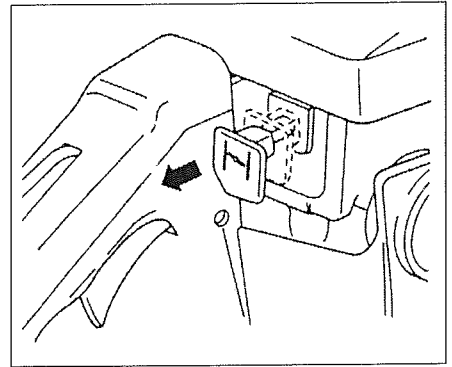

Fig. 2-3
2. Pull choke knob fully to choked position. This will automatically lock the throttle in starting position. (Fig. 2-3)
2. Tirer complètement le bouton de starter. Cette opération permettra de verrouiller automatiquement le papillon du carburateur dans la position de démarrage. (Fig. 2-3)
2. Tirare completamente il pomello di controllo della valvola dell'aria nella posizione di chiusura. Questa operazione fa bloccare automaticamente la farfalla nella posizione di avviamento. (Fig. 2-3)
- Den Choke bis zum Anschlag herausziehen. Die Drosselklappe wird dadurch in Anlassstellung arretiert. (Fig. 2-3)
- Tire la perilla de estrangulador suficientemente a la posición extrangulada. Esto cerrará el regulador de extrangulación automáticamente en la posición de arranque. (Fig. 2-3)